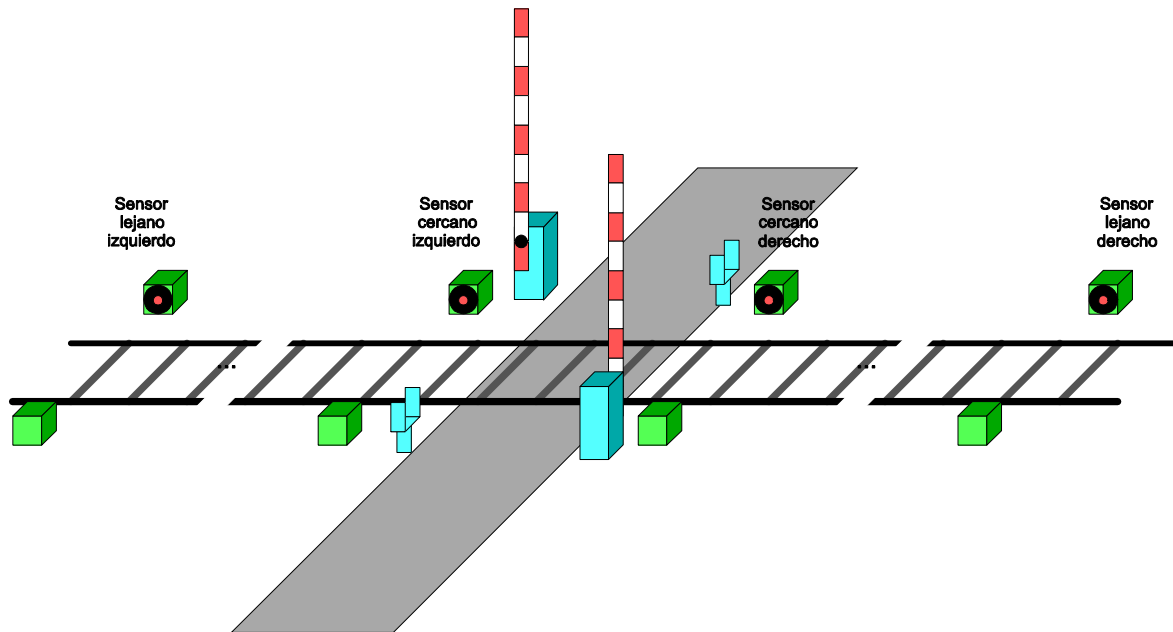

Figura 17. Paso a nivel con barrera.
10. Considere un paso a nivel con barrera como el de la Figura 17.